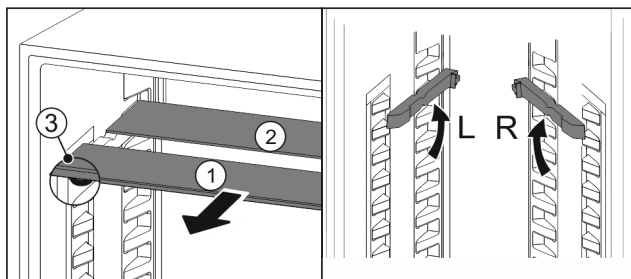

Fig. 17
- ▶ По одной извлеките Fig. 17 (1) стеклянные панели движением вперед.
- ▷ Стеклянная панель Fig. 17 (1) с декоративной планкой лежит спереди.
- ▷ Стопоры Fig. 17 (3) показывают вниз.